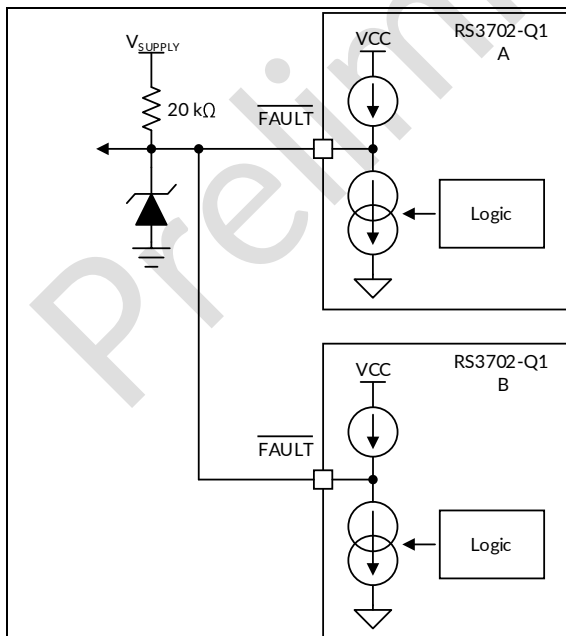
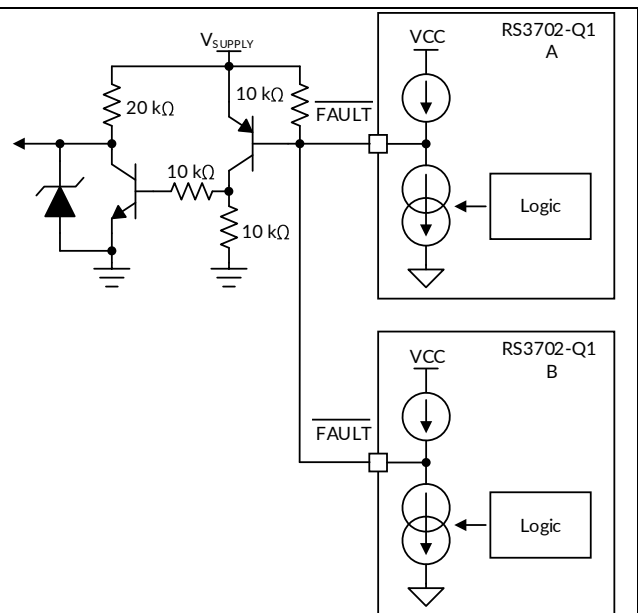

图 36. 连带失效故障总线应用
图 37. 仅失效通道关闭故障总线应用
基于此特性，通过并联多个 RS3702-Q1 器件的 FAULT 引脚，可构建如图 36 所示的故障总线机制，实现连带失效功能。当下级器件 (B) 检测到 LED 故障并拉低 FAULT 引脚时，因引脚互连，上级器件 (A) 将同步检测到低电平信号，随即关闭其所有通道的输出电流。若如图 37 所示，将各器件的 FAULT 引脚均连接至外部 PNP 晶体管基极，则禁用连带失效功能，仅故障通道被关闭。